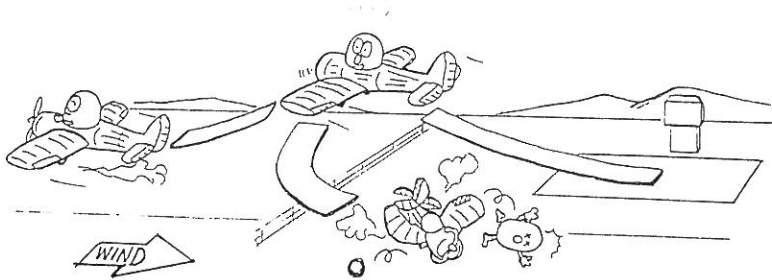

図7 引き返そうと考えると...
- (1) 離陸直後にエンジンが故障した場合、まだ前方に滑走路が残っていればそのまま降りられます。もう滑走路が無い場合は、原則として引き返そうと考えてはいけません。旋回中に失速するかもしれないからです。この場合は、前方で着陸場所を見付けてください（図7）。
- (2) 安全な高度について、FARには次のように定められています。